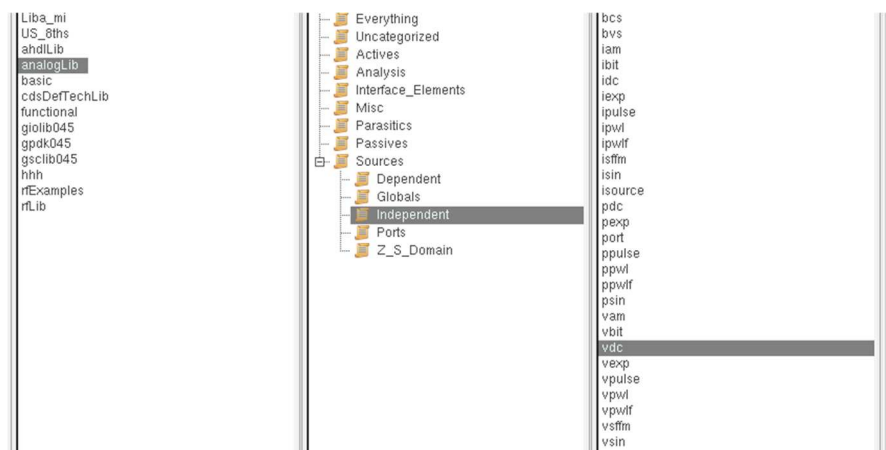

Рисунок 10 – Выбор источника питания
3. Для создания тестового стенда необходимо использовать источники напряжения, которые находятся в библиотеке analogLib в разделе Sources -> Independent. Вставить на схему их можно аналогично другим компонентам. Для создания симуляции понадобится источник постоянного напряжения vdc (рисунок 10) и источник воздействующих импульсов vpulse. Общий провод находится в библиотеке basic в разделе Supplies;